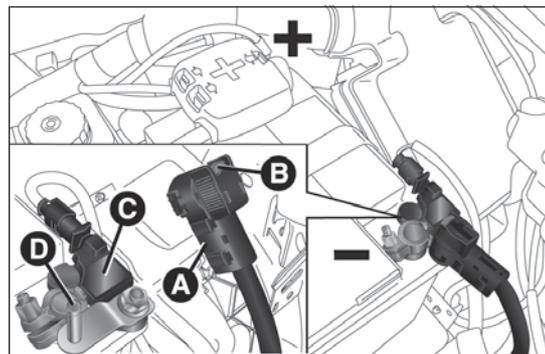

fig. 206
- desconectar el conector A fig. 206 (mediante la acción del botón B) del sensor C de control del estado de la batería (instalado en el polo negativo D de la misma batería);
- volver a conectar el conector A fig. 206 al sensor C de la batería.